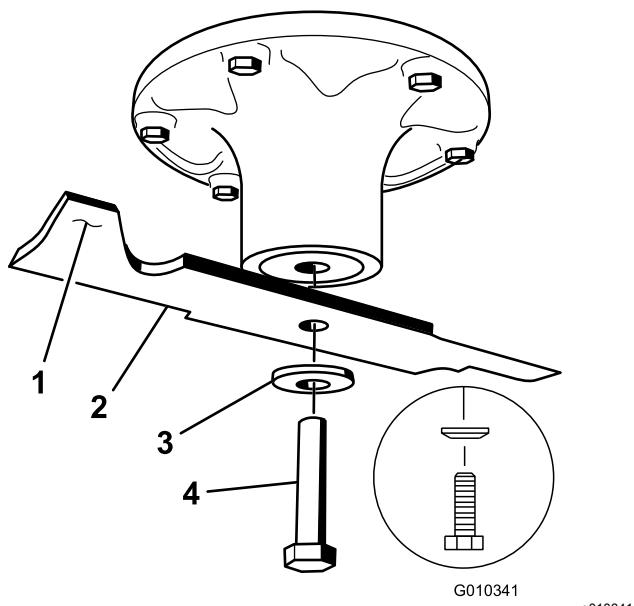
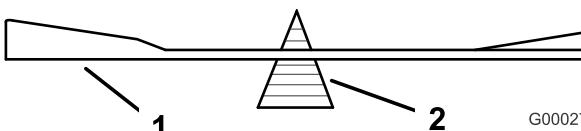

Bild 67
Bild 69
Halten Sie das Ende des Messers mit einem stark wattierten Handschuh oder wickeln Sie einen Lappen um es herum. Entfernen Sie die Messerschraube, Wellenscheibe und das Messer von der Spindelwelle (Bild 67).
- Überprüfen Sie die Auswuchtung des Schnittmessers auf einer Ausgleichsmaschine (Bild 69). Wenn das Schnittmesser in seiner horizontalen Position bleibt, ist es ausgewuchtet und kann wiederverwendet werden. Feilen Sie, wenn das Schnittmesser nicht ausgewuchtet ist, vom Flügelbereich des Messers etwas Metall ab (Bild 67). Wiederholen Sie diesen Vorgang, bis das Messer ausgewuchtet ist.
- Setzen Sie das Messer auf die Spindelwelle (Bild 67).
- Setzen Sie die Federscheibe und die Messerschraube ein. Der Konus der Federscheibe muss bei der Installation in Richtung Schraubenkopf zeigen (Bild 67). Ziehen Sie die Messerschraube mit 135-150 N·m an.